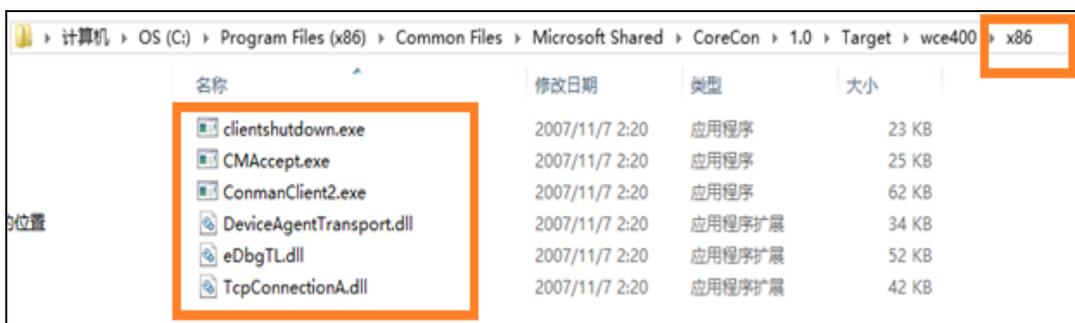

图 5-5 找到对应版本的 CoreCon 程序
- 建立连接需要用到 VisualStudio 提供的 CoreCon 程序，在开发机上找到下面的文件(注意，对于固高的控制器，请使用 X86 版本)，如下图 5-5 所示。将这些文件拷贝到 GUS 控制器的硬盘中，依次双击 clientshutdown.exe、ConmanClient2.exe、CMAccept.exe 启动。